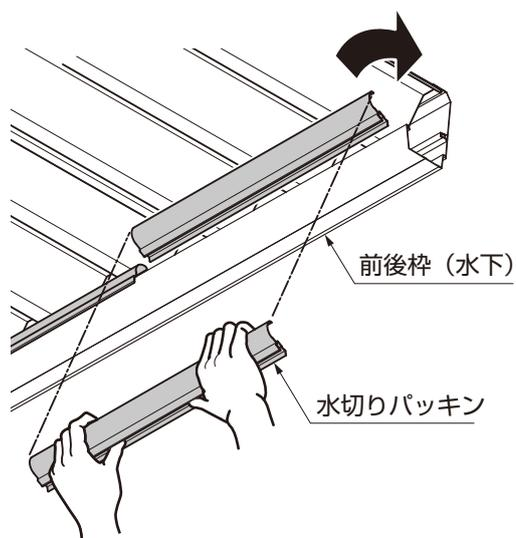

図8-1
①前後枠(水下)に水切りパッキンを図8-1のようにかぶせ、回転させながらはめ込んでください。